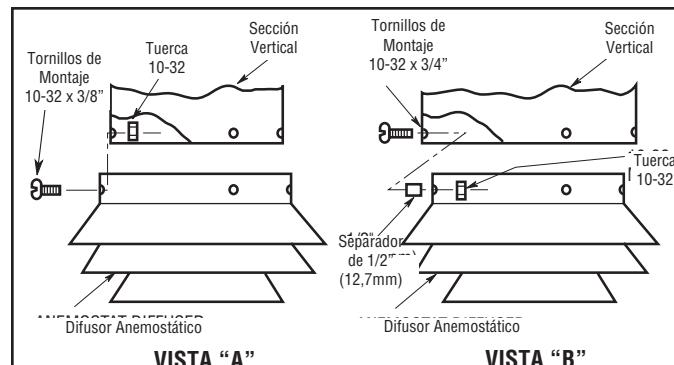

Figura 3. Instalación del Difusor Anemostático.
- Cuando use difusores pequeños (-S) o grandes (-L), deje deslizar el anemostato sobre la sección vertical y asegúrelo con tres pernos 10-32 x 3/8" (9,5mm) y tuercas. (Estudie la Figura 3, Vista A).